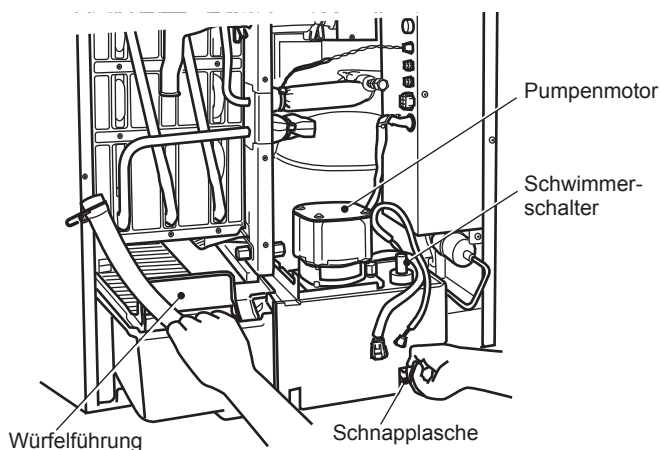

Abb. 3
- 5) Die Schnappflasche rechts vom Pumpenmotorträger nach oben drücken und Wassertank, Würfelführung, Pumpenmotorträger, Pumpenmotor und Schwimmerschalter zusammen herausziehen. Siehe Abb. 3.